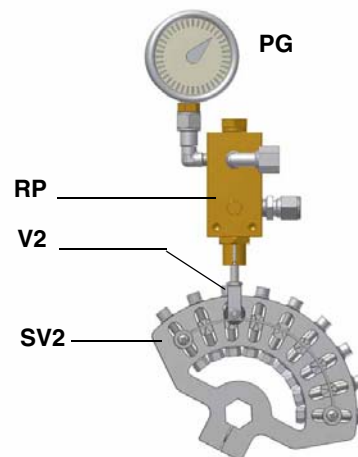

Рис. 33
- 10 для получения максимального расхода мазутного топлива регулировать давление (считывая значения на манометре PG), не изменяя при этом, уже отрегулированный, во время настройки работы на газе, расход воздуха (см. предыдущий параграф): все время проверяя параметры продуктов сгорания, воздействовать на винт варьируемого сектора, соответствующий мазутному топливу **SV2** (см. Рис. 33), но по достижении положения большого пламени.